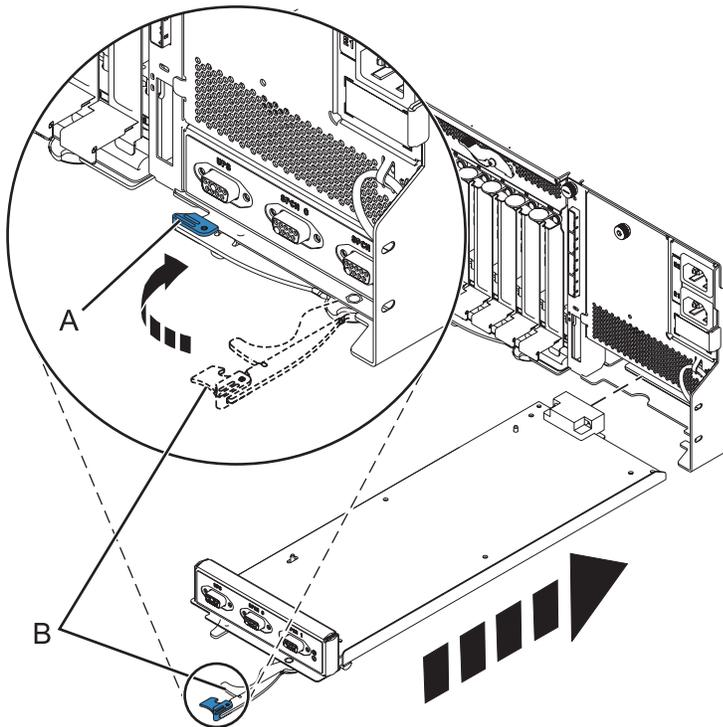

Figure 71. Remplacement du contrôleur de gestion du boîtier
6. Insérez avec précaution le contrôleur de gestion du boîtier dans le système et fermez le loquet (A), comme indiqué dans la figure 71.